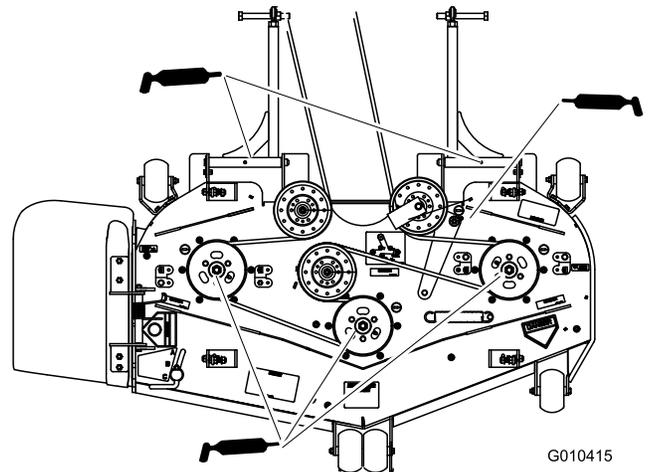

Figure 37
- Graissez les roulements des trois axes jusqu'à ce que la graisse ressorte par les joints inférieurs (Figure 37).
- Graissez le bras de la poulie de tension sur le plateau de coupe (Figure 37).
- Lubrifiez les graisseurs des bras de poussée (Figure 37).